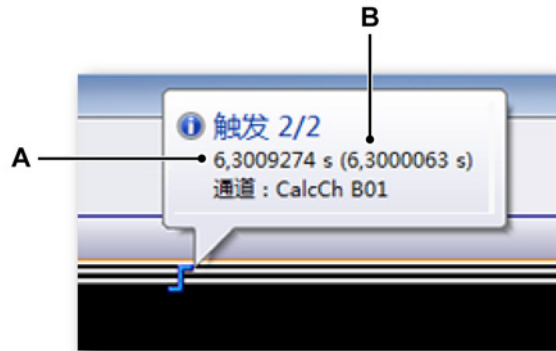

图 E.9: 完全补偿的计算触发
计算的触发在事件栏上显示有两个时间戳：第一个时间戳代表实际触发记录仪的触发位置，而第二个时间戳（括号中）代表预期的计算触发位置。图 E.9 显示了经自动补偿的计算触发：计算的触发位置 (B) 等于实际触发位置 (A)。